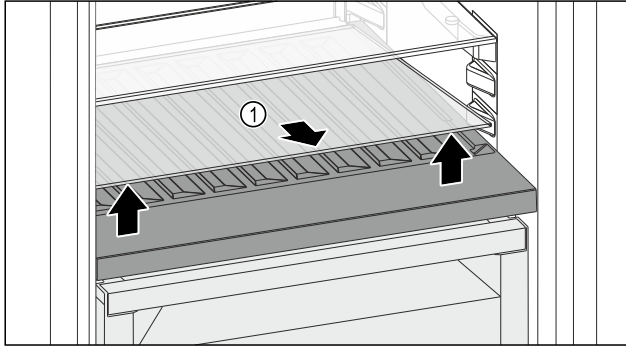

Fig. 142
- ▶ Emelje meg elől, a mélyedésnél az üveglapot Fig. 142 (1), és vegye ki.
- ▶ Biztonságosan tárolja az üveglapot Fig. 142 (1) a készüléken kívül.